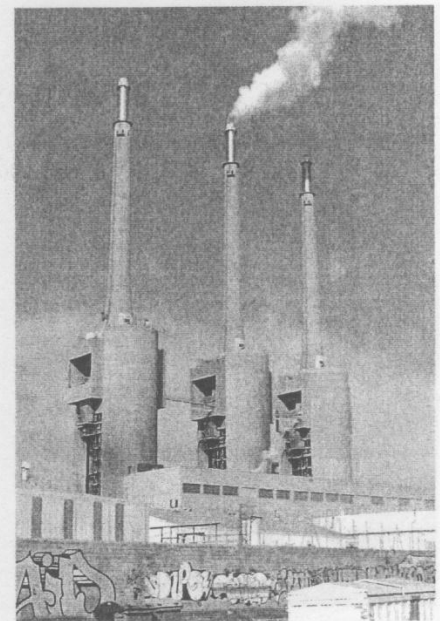

Fig. 5. Central térmica de Sant Adrià.
- Otras funcionan con **fuelóleo y gas natural**, como la de *Castellón*, con 1 083 MW, y la de *Sant Adrià del Besòs* (Barcelona), con 1 050 MW (fig. 5).